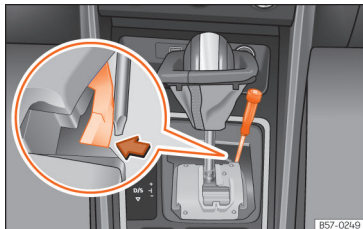

Рис. 90 Важіль селектора: аварійне розблокування в положенні Р.
- Пласкою викруткою натисніть жовтий фіксатор убік і тримайте **»»** **рис. 90**.